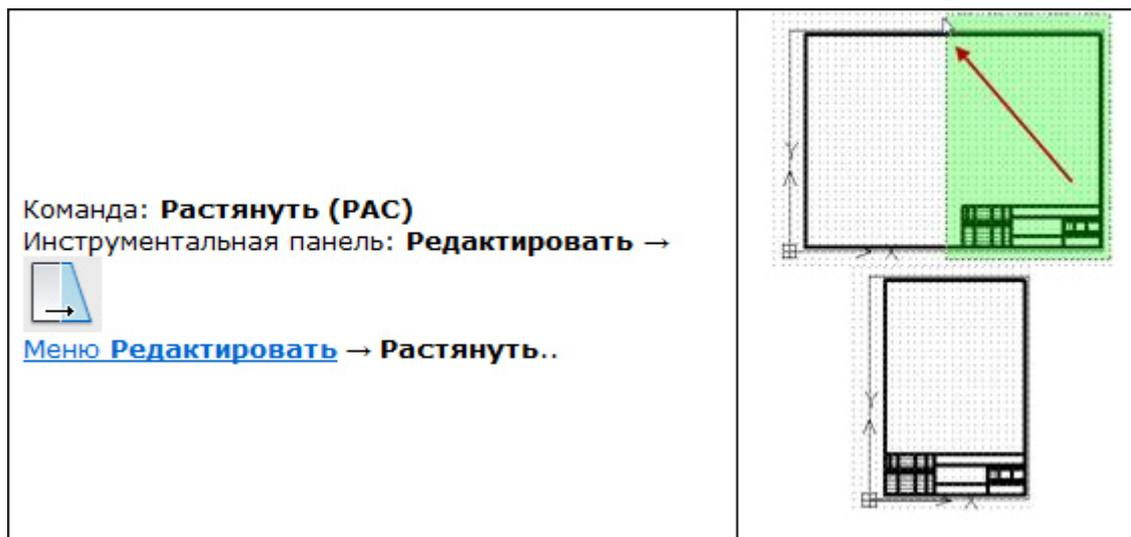

Рис. 32
3. Изменить размеры рамок (рис.32).